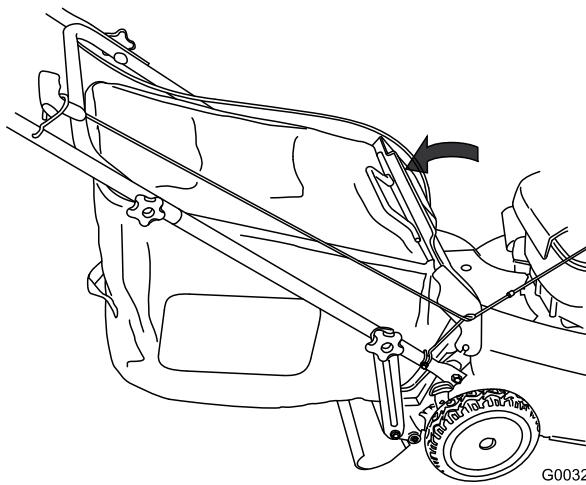

Figura 25
- Baje la puerta trasera (Figura 25).